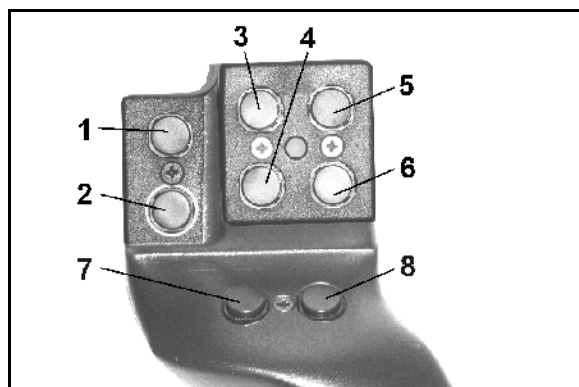
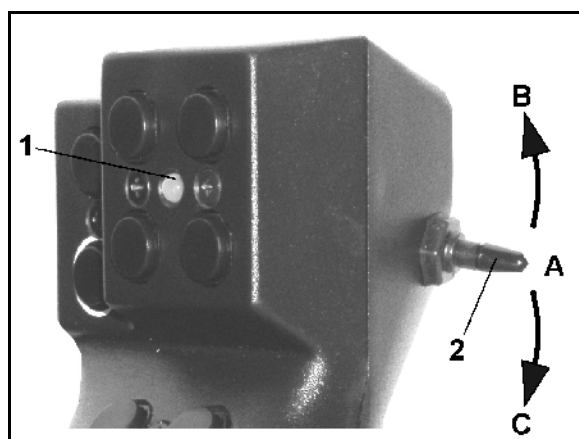

Fig. 59
Fig. 60
Zur Bedienung des **AMATRON⁺** hat der Multifunktionsgriff (Fig. 59) 8 Tasten (1 - 8) zur Verfügung. Weiterhin kann mittels Schalter (Fig. 60/2) die Belegung der Tasten 3-fach verändert werden.
-  Mittelstellung (Fig. 59/A) und kann nach
-  oben (Fig. 59/B) oder
-  unten (Fig. 59/C)
Die Stellung des Schalters wird durch eine LED-Leuchte (Fig. 59/1) angezeigt.